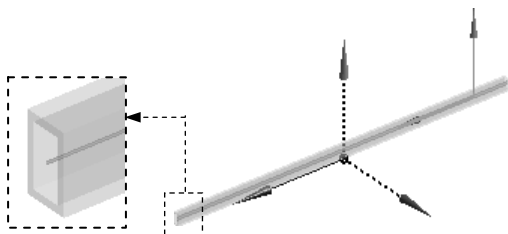

图 7.3.5 定义横截面参数
(2) 将横截面属性赋给线体。在“Tree Outline”中展开 **2 Parts, 2 Bodies** 节点，单击选中线体 **Line Body**，在弹出的“Details View”对话框中的 **Cross Section** 下拉列表中选择 **RectTubel** 选项，完成操作。
(3) 修改显示样式。选择 **View** → **Cross Section Solids** 命令，结果如图 7.3.5 所示。